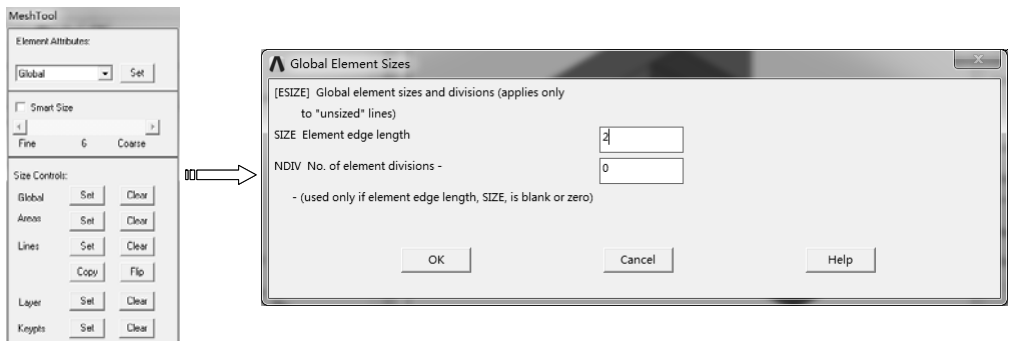

图 6-98 设置单元尺寸
1) 选择 “Main Menu> Preprocessor> Meshing> Mesh Tool” 命令，弹出 “Mesh Tool” 对话框，单击 “Global” 后的 “Set” 按钮，弹出 “Global Element Sizes” 对话框，在 “Element edge length” 文本框中输入 2，单击 “OK” 按钮完成设置，如图 6-98 所示。